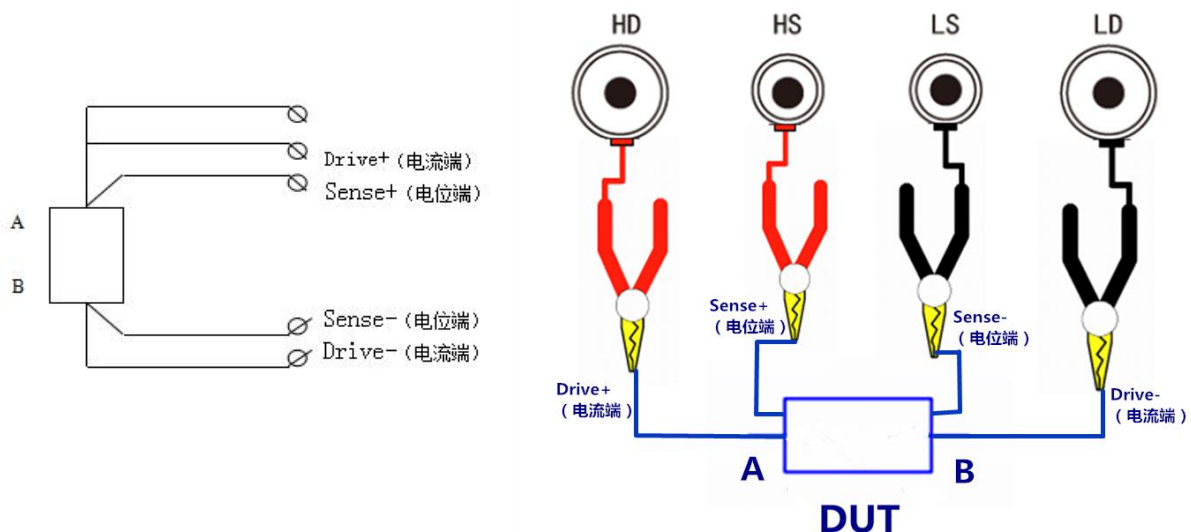
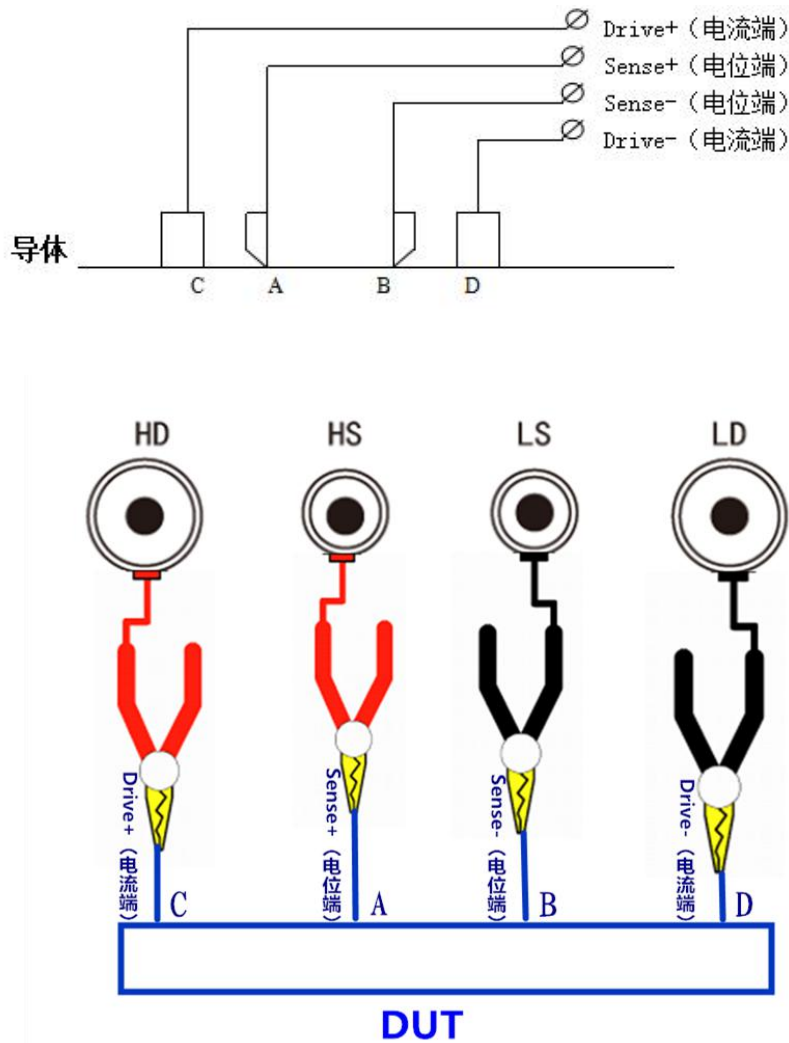

图 4-2
图 4-3
请使用随机附带的“开尔文”或“四端”测试夹进行测试，并按照下列方法与仪器测试端相连接（见图4-2、图4-3）。将红色的测试电缆的弹棒插头插入HD、HS（+）中；黑色的测试电缆的橡胶插头插入LD、LS（-）中。红色电缆为测试端高端。黑色电缆为测试端低端。有2种接线测试方式：
1. 方式一：“开尔文”测量夹子的用法如图4-2，
按图4-2接好，然后接通仪器的电源，待面板上读数稳定后，显示的数据值就是A、B间被测电阻。
2. 方式二：“四端”测试线测量导体的方法（见图 4-3）：建议用专用导线测试夹具与 JK2516D 配合在一起使用。
按液晶屏右侧软键中的材料键，材料测试界面将显示在屏幕上。如图4-3所示：